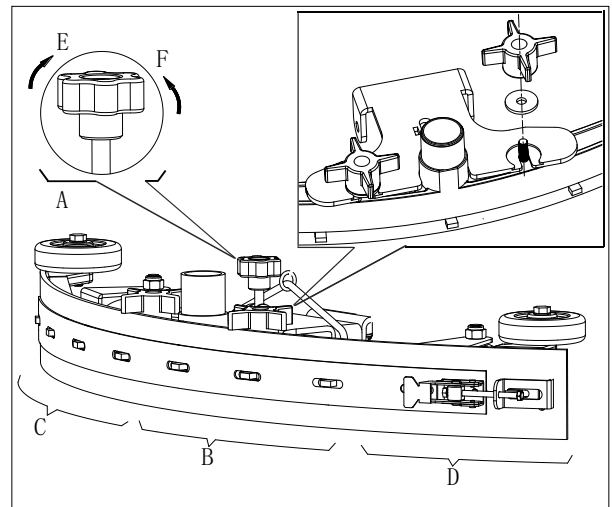

Figura 7
1. Instale o squeegee (13) e aperte o botão squeegee (20); ligue a mangueira de vácuuo (19) ao squeegee.
2. Ajuste o squeegee através do punho de ajuste correspondente (A, Figura 7).
- a) Se existir um espaço entre o chão e a secção do meio da lâmina do squeegee traseiro (B), ajuste o botão (A) para a esquerda (F) até todas as secções da lâmina do squeegee traseiro estarem em contacto com o chão e a lâmina frontal tocar ligeiramente no chão.
- b) Se existir um espaço entre o chão e as secções do fim da lâmina traseira (C e D), ajuste o botão (A) para a direita (E) até todas as secções da lâmina traseira estarem em contacto com o chão e a lâmina frontal tocar ligeiramente no chão.